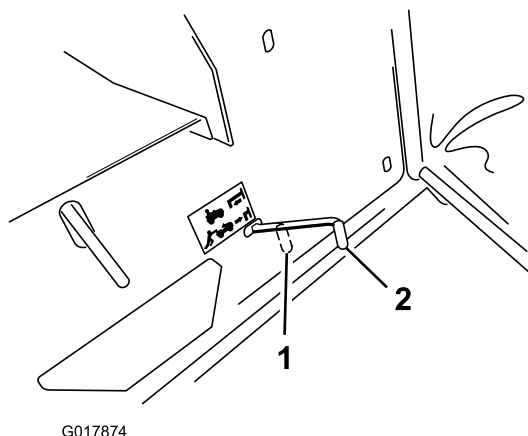

図 12
注 これで駆動系が切り離され、ホイールが自由に回るようになります 図 12。
2. 駆動コントロール 図 12 を押し込んで「通常運転位置」にセットする。